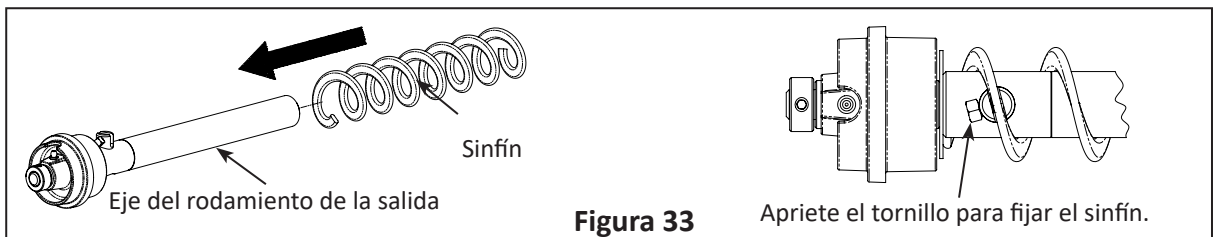

Figura 33
6. Deslice el eje del rodamiento de la salida en el sinfín y enrósquelo dentro del anclaje, como se muestra en la Figura 33. Ajuste el tornillo de fijación de cabeza cuadrada para fijar el sinfín.